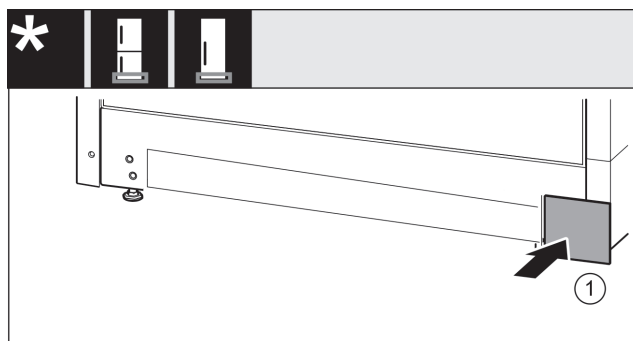

Fig. 22
- Tegye vissza a fedelet Fig. 22 (1) a másik oldalra.